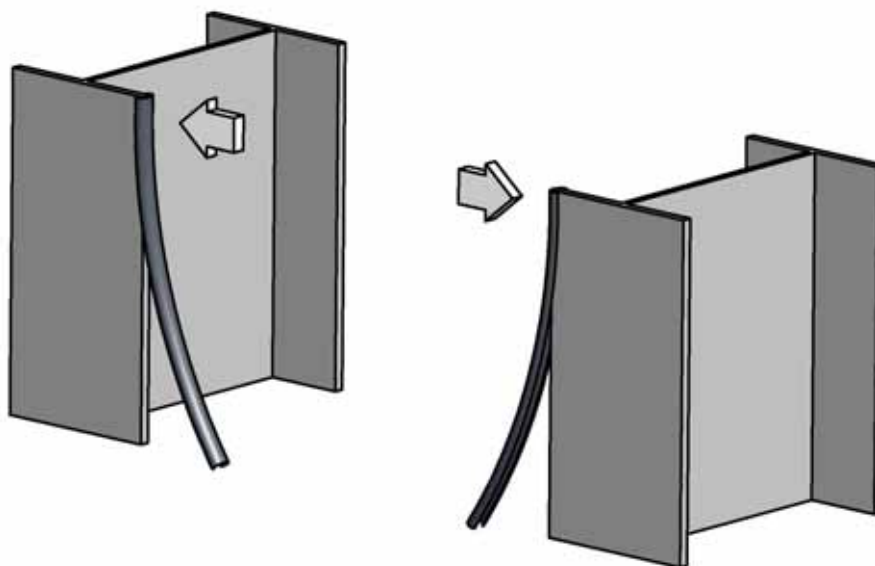

Figure 4, Protection des bords en plastique
2. Fixez les protections en plastique (B1) sur les bords intérieurs des piliers (Figure 4). Si vous ne pouvez pas utiliser ces protections en raison de la conception du bâtiment, alors il est important de recouvrir les objets pointus et les surfaces rugueuses avec une bande de PVC ou quelque chose de semblable.